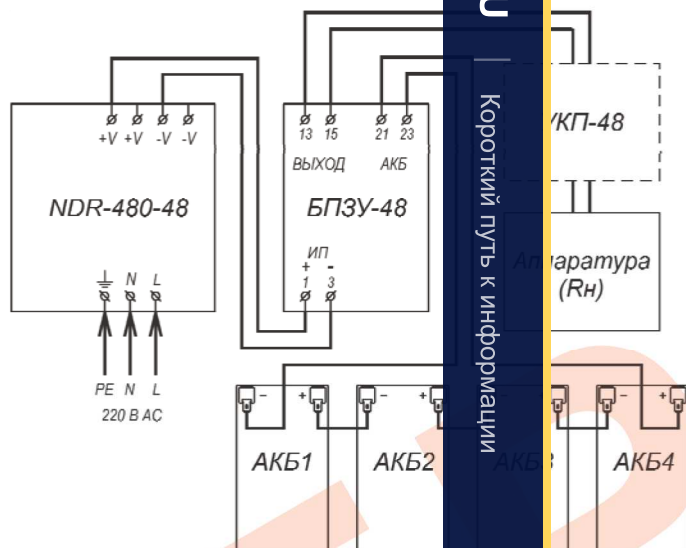
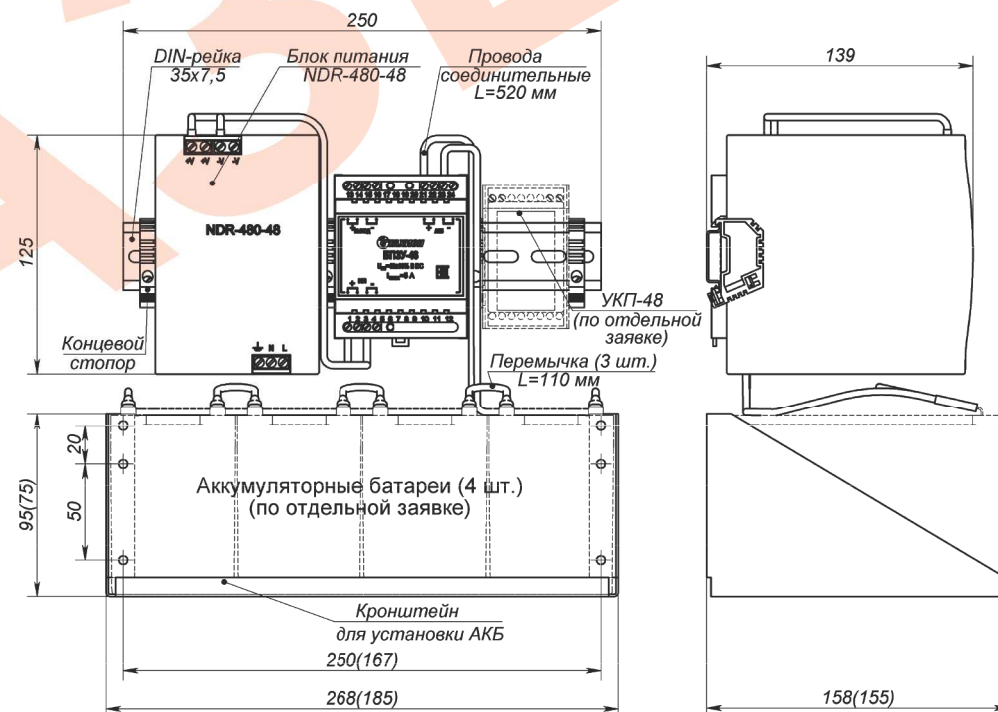

Рис.2 Схема электрическая принципиальная
Рис.1 Устройство, габаритные и установочные размеры
Подключение цепей изделий производится в соответствии со схемой электрической принципиальной (рис.2). Для подключения необходимо:
2. Установить аккумуляторные батареи на кронштейн (рис.1) и подключить их проводами соединительными к контактам 21 (+) и 23 (-) БПЗУ-48, соблюдая полярность. Соединить аккумуляторы перемычками.
4. Подать трехпроводным кабелем напряжение питания 220 В AC на соответствующие контакты блока питания, при этом фазный провод (L) соединить с контактом L, нулевой провод (N) с контактом N, а провод заземления соединить с контактом PE.
12. Габаритные размеры	см. рис.1
Устройство изделия приведено на рис.1, схема подключения на рис.2.